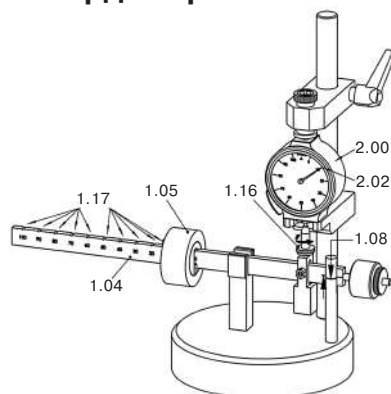

Рис.4. Проверка аналогового твердомера НР.
- Поворачивайте стойку (1.16, Рис.4) пока отметки (1.08, Рис.4) не совпадут
- Передвиньте груз (1.05, Рис.4) к следующей выемке (1.17, Рис.4).
❗ Повторите процедуру для каждого деления шкалы (1.17, Рис.4).
- Проверьте, совпадает ли стрелка (2.02, Рис.4) твердомера (2.00, Рис.4) с делением шкалы (1.17, Рис.4) на балансином плече (1.04, Рис.4).
- ❗ Если отклонение показаний твердомера (2.00, Рис.4) превышает норму, его необходимо отправить производителю для калибровки.